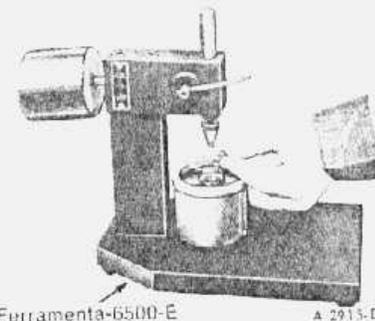

fig. 2 — instalação da esfera de aço no êmbolo do tucho
3. Colocar a esfera de aço de 5/16", fornecido com o equipamento, no êmbolo do tucho (fig. 2).